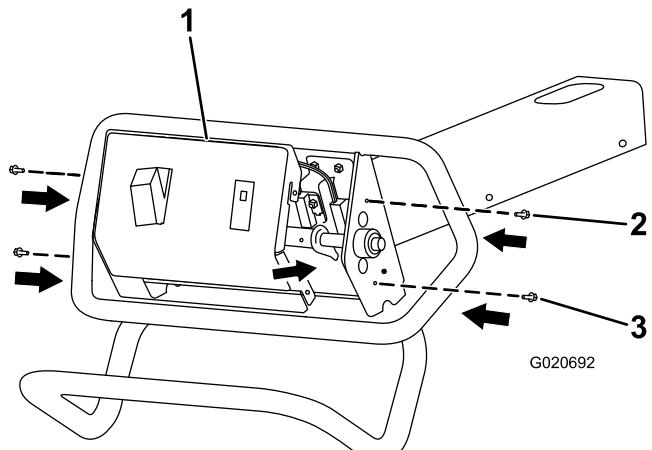

図 4
5. カバーについている穴を、フレームの穴に合わせる（図 4）。
6. フレームにパネルを差し込む（図 4）。
7. 六角ヘッドボルト（#10-24 x 1/2 インチ）2本を使って、フレームの上穴にパネルを仮止めする（図 4）。